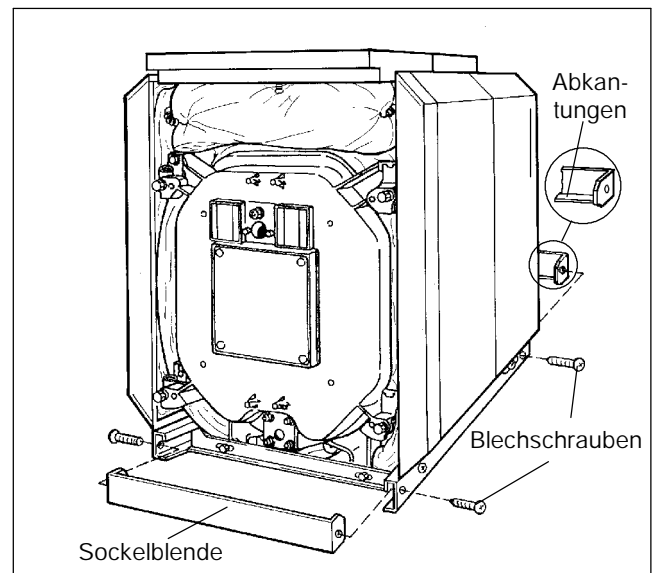

Abb. 44
- Die quer verlaufenden Sockelblenden von vorne und hinten in die längs verlaufenden Sockelblenden schieben. Die Abkantung am Querblech muß unten sein und zum Kessel zeigen ( Abb. 44).